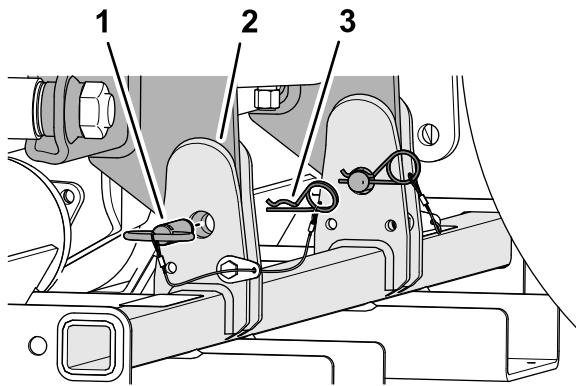

Figura 46
3. Sujete el soporte de almacenamiento a la máquina con los 2 pasadores de horquilla y las 2 chavetas (Figura 46).